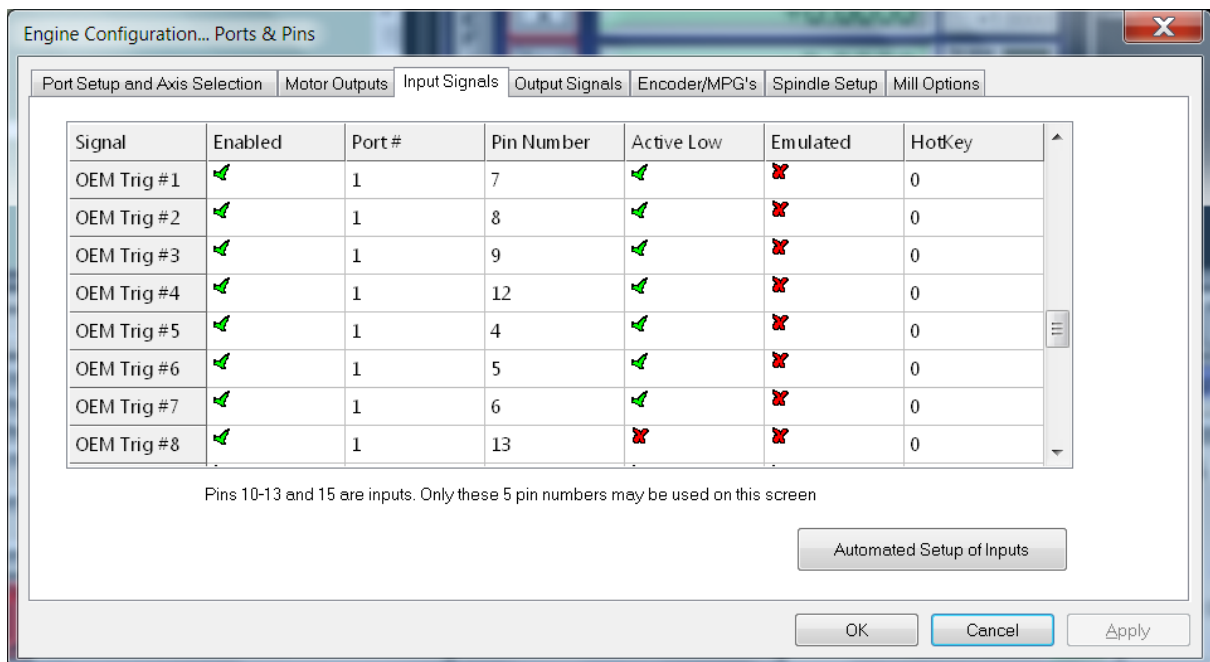

图 10.4 为用于吊坠功能的 OEM 输入信号设置输入引脚示例
- **Pendant axis selector** (吊坠轴选择器) - 启用轴选择器的功能设置。最多支持 6 个开关位置。使用 “**OEM input#**” 字段，可以（如果需要）更改每个开关位置使用的 OEM 输入信号。可以使用 Mach3 的 “**Ports&Pins**” 输入配置对话框（图 10.4）设置这些 OEM 信号的数字输入引脚和端口。